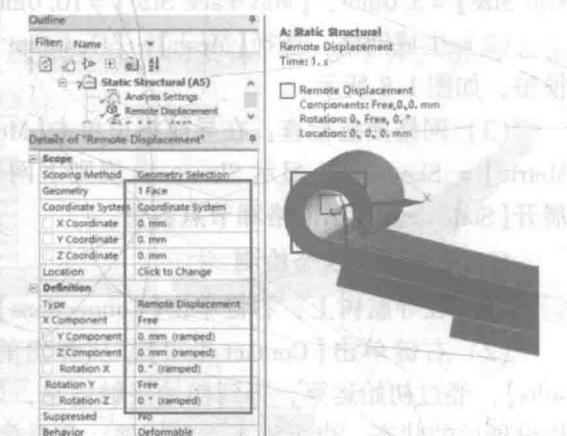

图 1-10 左端卷耳轴心面远端位移约束
(1) 在导航树上单击【Structural (A5)】。
(2) 为主片钢板弹簧左端卷耳轴心面施加远端位移约束：在 Mechanical 标准工具栏中单击 ，选择 Main.1 左侧内表面，然后在环境工具栏中单击【Supports】→【Remote Displacement】，【Remote Displacement】→【Details of “Remote Displacement”】→【Scope】→【Coordinate System】= Coordinate System，【X Coordinate】=0mm，【Y Coordinate】=0mm，【Z Coordinate】=0mm；【Definition】→【X Component】= Free，【Y Component】= 0mm，【Z Component】= 0mm，Rotation X = 0°，Rotation Y = Free，Rotation Z = 0°，其他默认，如图 1-10 所示。
(3) 为主片钢板弹簧右端卷耳轴心面施加远端位移约束：在 Mechanical 标准工具栏中单击 ，选择 Main.1 右侧内表面，然后在环境工具栏中单击【Supports】→【Remote Displacement】，【Remote Displacement】→【Details of “Remote Displacement”】→【Scope】→【Coordinate System】= Coordinate System2，【X Coordinate】= 0mm，【Y Coordinate】=0mm，【Z Coordinate】= 0mm，Rotation X = 0°，Rotation Y = Free，Rotation Z = 0°，其他默认。